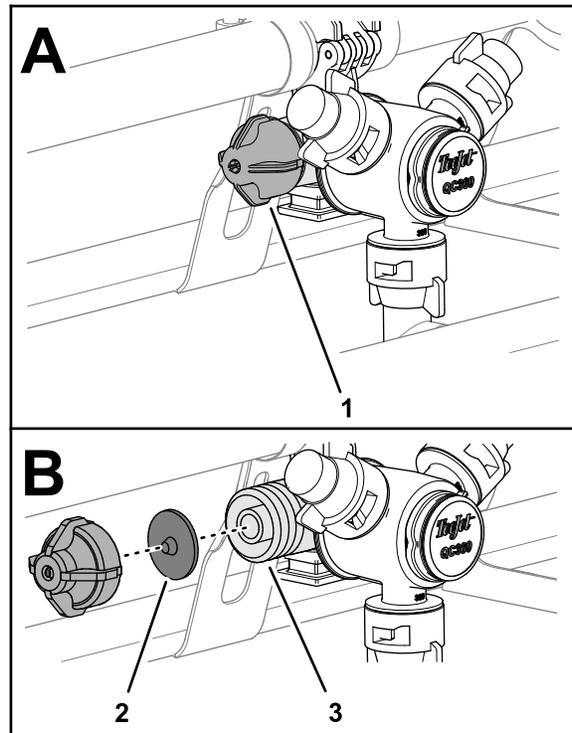

Figura 33
1. Gire la tapa del diafragma en sentido antihorario y retire la tapa del cuerpo de la boquilla (Figura 33).
2. Retire el diafragma de la válvula de retención de la tapa o del cuerpo de la boquilla (Figura 33).
3. Limpie la tapa, el diafragma y el cuerpo de la boquilla con agua limpia (Figura 33).
4. Monte el diafragma en la tapa con la punta del diafragma hacia la tapa (Figura 33).
5. Monte la tapa y el diafragma en el cuerpo de la boquilla y apriete a mano (Figura 33).